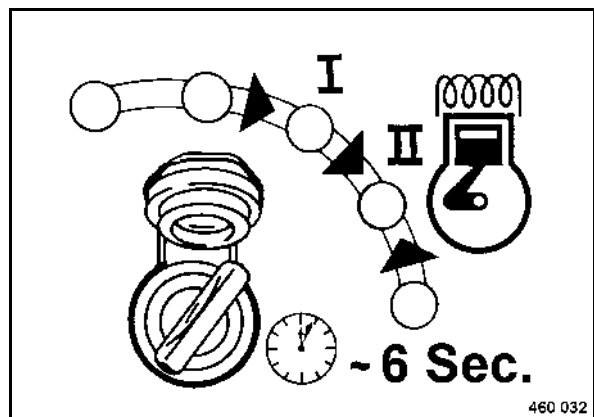

fig. 49
- Tourner la clé de contact (fig. 49) de la position "I" sur position "II" et la maintenir sur cette position pendant env. 6 secondes.